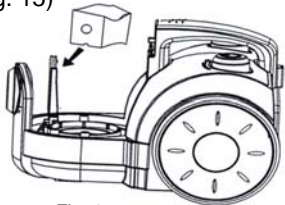

Fig. 15
4. Quite la bolsa HEPA de su soporte. (Fig. 15)